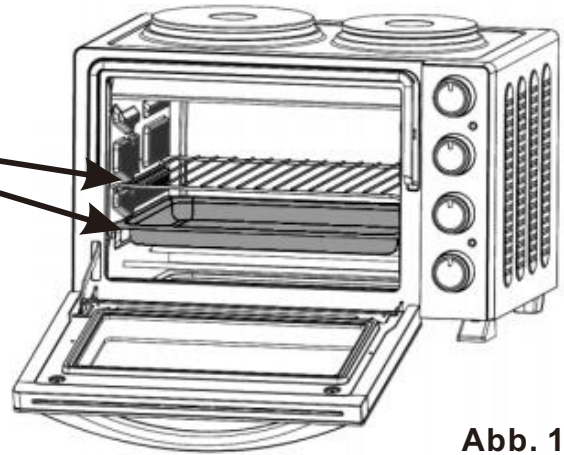

Abb. 1
- Der Position des Backblechs und des Rosts – Abb. 1
Schieben Sie den Grillrost und/oder das Backblech auf die Roststützen (Abb. 1)